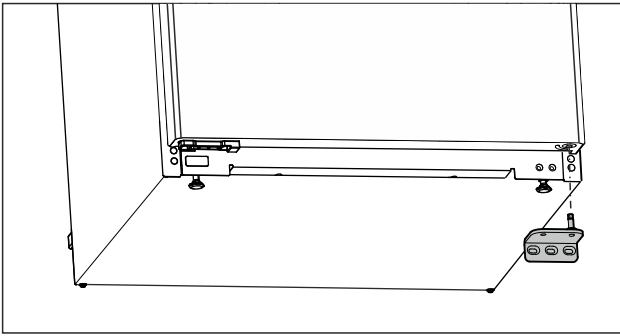

Fig. 8
- ▶ Свалете лагерната стойка надолу. (виж Fig. 8)